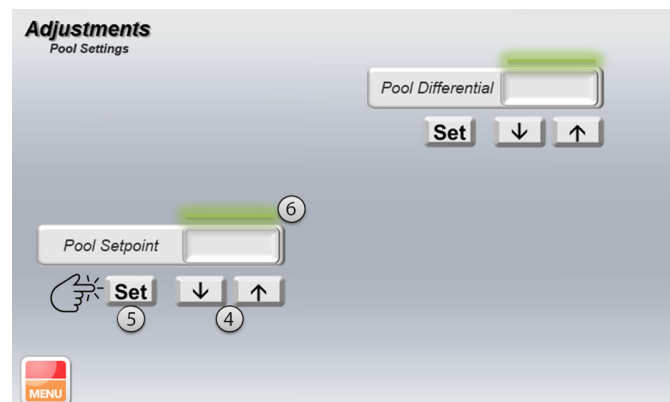

Figure 17. Réglage de la température-cible de la piscine
9. Appuyez sur les flèches UP et DOWN pour sélectionner la valeur souhaitée, voir Figure 17.